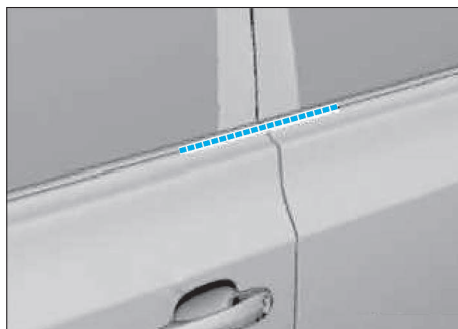

FIG. 51
- Vérifier si les éléments de carrosserie adjacents arrivent bien exactement à la même hauteur, corriger si nécessaire (Fig.51).